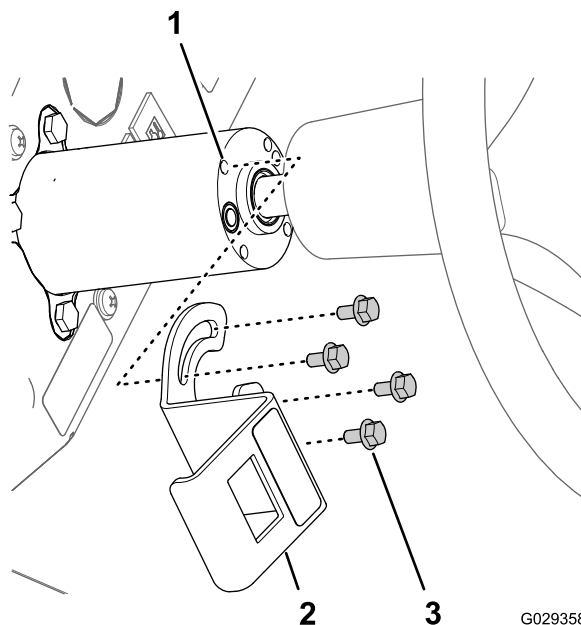

Bild 25
- Fluchten Sie die Schlitz in der Befestigungshalterung für den SCHAUMSTEUERSCHALTER mit den vier Gewindeeinsätzen in der Lenksäule aus (Bild 25).
- Fluchten Sie den 8-Buchsenstecker durch die Öffnung in der Halterung aus und schließen den Stecker an den Stiften (Bild 25) hinten am Schiebeschalter mit drei Stellungen (SCHAUMSTEUERSCHALTER) an.